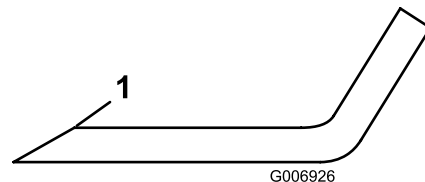

Figure 34
1. Au moyen d'une lime, aiguiser les tranchants aux deux extrémités de chaque lame (Figure 34). Veillez à conserver l'angle de coupe d'origine. Limez la même quantité de métal sur les deux tranchants pour ne pas déséquilibrer la lame.